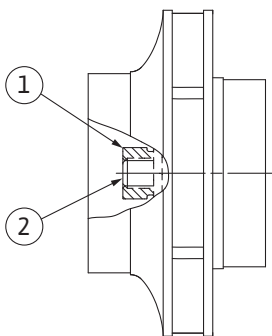

Fig. 107: Správna poloha matice obežného kolesa po montáži
8. Hriadeľ pevne držte pomocou plochého kľúča veľkosti 22 mm a maticu obežného kolesa dotiahnite podľa predpísaného ťahovacieho momentu (pozri tabuľku „Ťahovacie momenty“ [► 27]). Matica (Fig. 107, pol. 1) sa musí s koncom hriadeľa (Fig. 107, pol. 2) nachádzať v jednej rovine s presnosťou $\pm 0,5$ mm. Ak to tak nie je, maticu povoľte a zopakujte kroky 4 – 8.